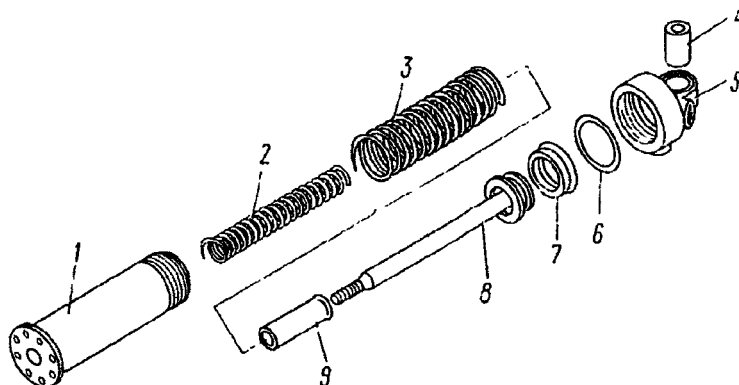

Рис. 317. Цилиндр пневматический $\varnothing 35 \times 65$ вспомогательной тормозной системы и $\varnothing 30 \times 25$ выключения подачи топлива:
2. Отверните крышку 5 (рис. 317) цилиндра 1	—